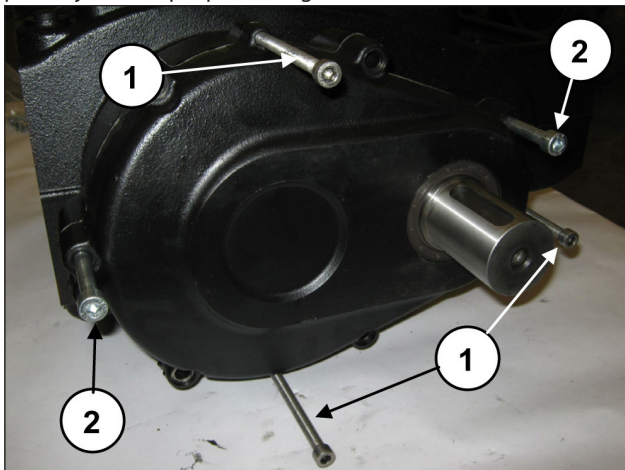

Fig. 5
Enroscar en los orificios específicos 3 tornillos prisioneros o tornillos roscados M8 (pos. ①, Fig. 5) para que actúen de extractores y 2 tornillos M10 lo suficientemente largos como para sujetar la tapa (pos. ②, Fig. 5).